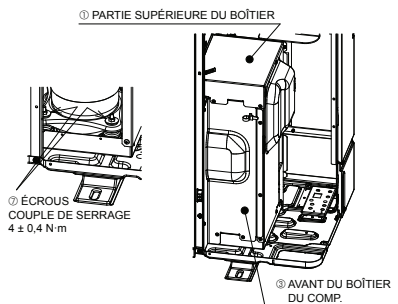

Fig. 4-2
- Après avoir ôté les pièces du COMP. fixées, veillez à serrer les écrous et remettre en place la PARTIE SUPÉRIEURE DU BÔTIER DU COMP. et l'AVANT DU BÔTIER DU COMP. dans leur position d'origine. (Fig. 4-2)